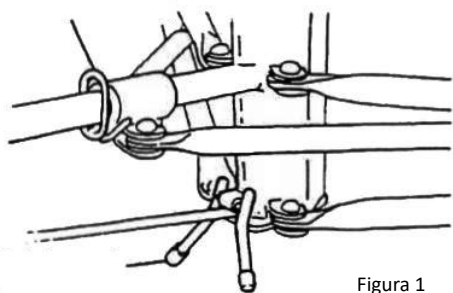

Figura 1
- Apăsați în jos pe inelul de glisare a jugului. Țineți inelul apăsat în timp ce rotiți cele două picioare din față până când inelul de jug se fixează în orificiul de blocare din partea de jos a tubului glisantului. (A se vedea figura 1)